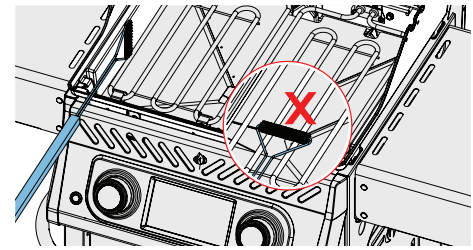

Fig. 7
2. Gebruik een zachte messing borstel om los vuil schoon te maken. Borstel al het vuil van de binnenkant van het apparaat in de verwijderbare lekbak. Gebruik de borstel NIET op de elektrische branders. (Fig. 7)